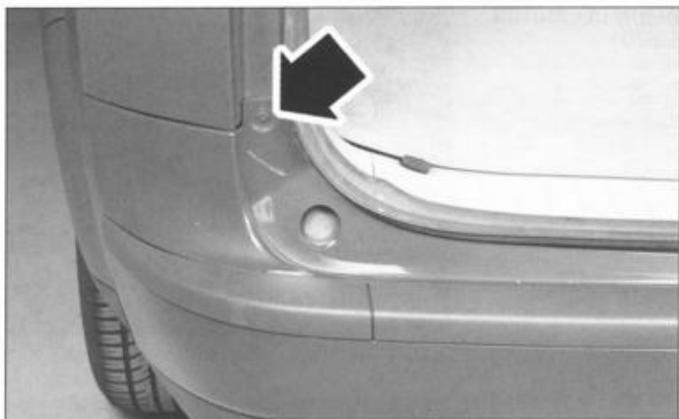

FIG. 90
- los dos tornillos (fig. 90) (lado izquierdo ilustrado).